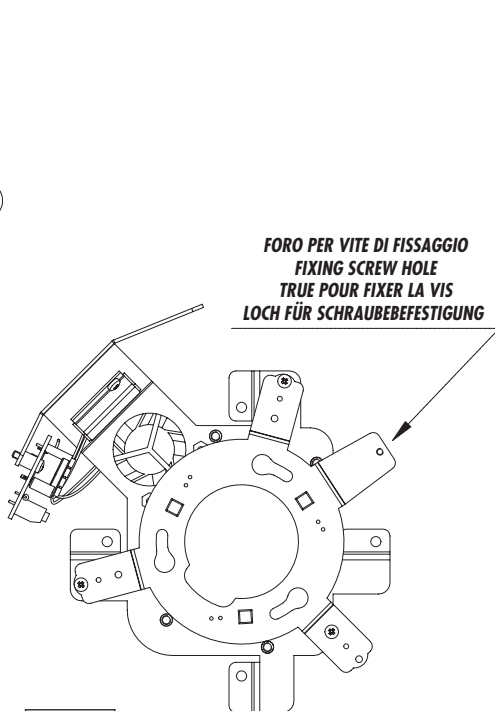

Fig. 6
- La staffa di montaggio della telecamera network (2) va posizionata sulla piastra riscaldamento come mostrato in Fig. 6.
- L'étrier de fixation de la caméra réseau motorisée (2) doit être positionné sur la plaque du chauffage comme dans la Fig. 6.
- The network camera mounting bracket (2) should be positioned on the heating plate as shown in the Fig. 6.
- Positionieren Sie die Befestigungshalterung der Netzwerk Kamera (2) auf der Heizungsplatte wie in Fig. 6.